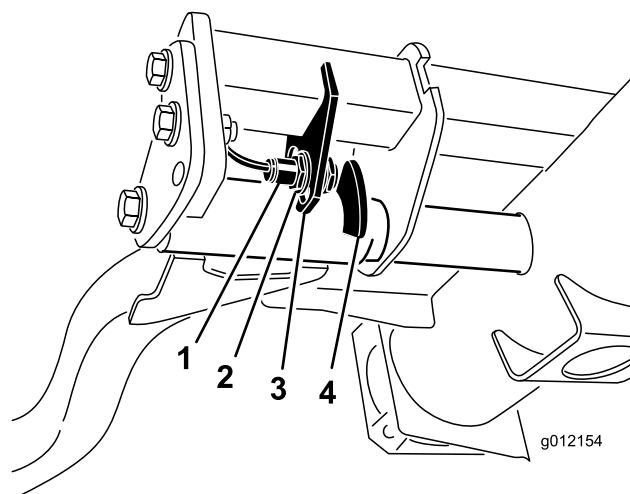

Figura 43
- O interruptor do braço de elevação encontra-se por baixo do depósito hidráulico por trás do braço de elevação direito dianteiro (Figura 43).
- Solte os parafusos de montagem do interruptor (Figura 43) e desloque o interruptor para baixo para aumentar a altura de viragem do braço de elevação ou desloque o interruptor para cima para diminuir a